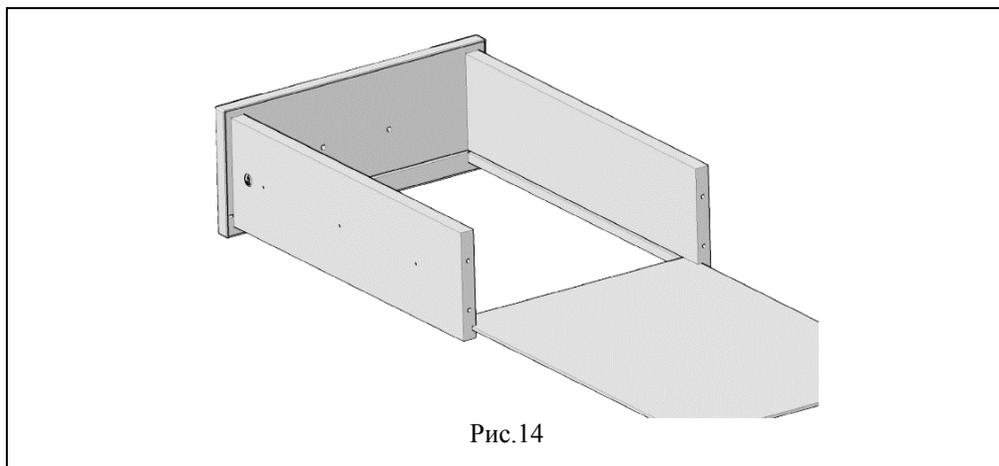

Рис.14
5.2.3 В сборку п. 5.2.2 вставить дно (поз.11) в паз. (см. рис. 14)